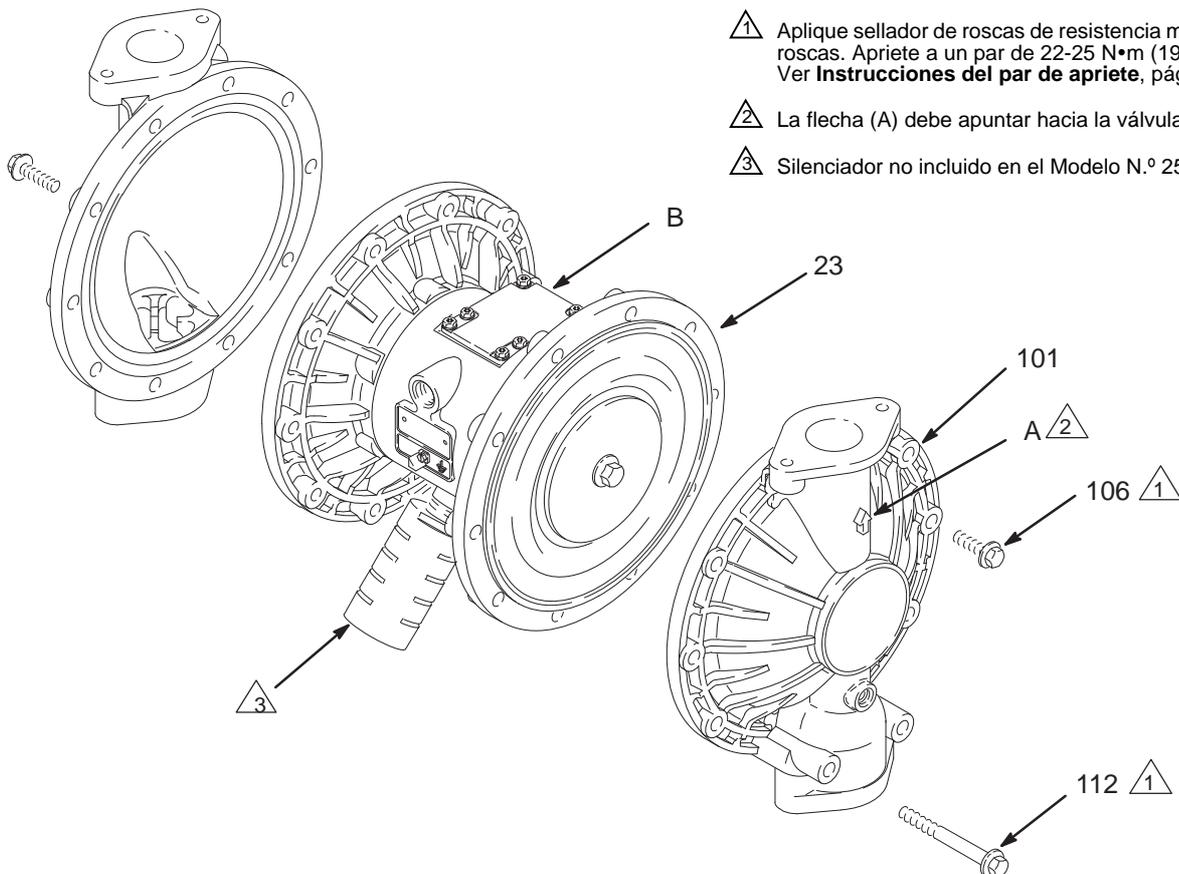

FIG. 11
3. Utilizando llaves de tubo de 13 mm, extraiga los tornillos (106 y 112) que sujetan las tapas del fluido (101) a las cubiertas de aire (23). Extraiga las cubiertas de fluido (101) de la bomba. Consulte FIG. 11.
- Instale la junta tórica (108*) en el perno del eje (107).
- Instale la placa del lado del fluido del diafragma (105) en el perno de forma que la cara redondeada quede orientada hacia dentro, hacia el diafragma (401).
- En modelos de PTFE únicamente,* instale el diafragma de PTFE (403*). Cerciórese de que la cara marcada AIR SIDE (lado de aire) quede orientada hacia la carcasa central (1).
- Instale el diafragma (401*) en el perno. Cerciórese de que la cara marcada AIR SIDE (lado de aire) quede orientada hacia la carcasa central (1).
- Instale la placa del lado de aire del diafragma (104) de forma que la cara empotrada quede orientada hacia el diafragma (401).
- Aplique sellador de roscas de resistencia media (azul) en las roscas de los pernos (107). Enrosque a mano el perno (107) en el eje (24).
- Para diafragmas prefabricados:* Monte la placa de aire lateral (104) en el diafragma (403). El lado ancho, redondeado de la placa debe mirar hacia el diafragma. Aplique fijador de roscas de resistencia media (azul) en las roscas del conjunto de diafragma. Atornille el conjunto en el eje (24) apretado con la mano.
- Engrase el eje del diafragma (24) en toda su longitud y en los extremos y deslícelo a través de la carcasa (1).
- Sujete un perno del eje (107) con una llave y ajuste el otro perno a un par de 27-34 N•m (20-25 ft-lb) a 100 rpm como máximo. *NOTA: Este paso no se aplica para bombas con diafragmas prefabricados.*
- Alinee las cubiertas de fluido (101) y la carcasa central (1) de forma que las flechas (A) de las cubiertas queden orientadas en el mismo sentido que la válvula de aire (B). Aplique fijador de roscas de resistencia media (azul) a las roscas de los tornillos (106) y (112), y asegure las tapas con los tornillos apretados a mano. Monte los tornillos más largos (112) en los orificios inferiores de las tapas. Consulte la Fig. 11. Con una llave de tubo de 13 mm, apriete los tornillos en forma contrapuesta y uniforme a 22-25 N•m (190-220 pulg.-lb). Ver **Instrucciones del par de apriete**, página 31.